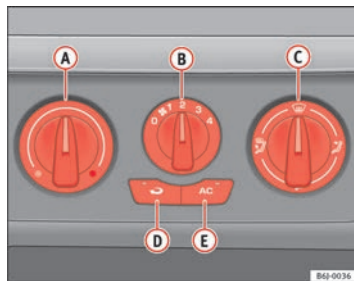

Abb. 90 In der Instrumententafel: Bedienelemente Klimaanlage
- Mit den Reglern ⇒ Abb. 90 **A** und **C** und mit dem Schalter **B** stellen Sie die Temperatur, die Gebläsestufe und die Luftverteilung ein.